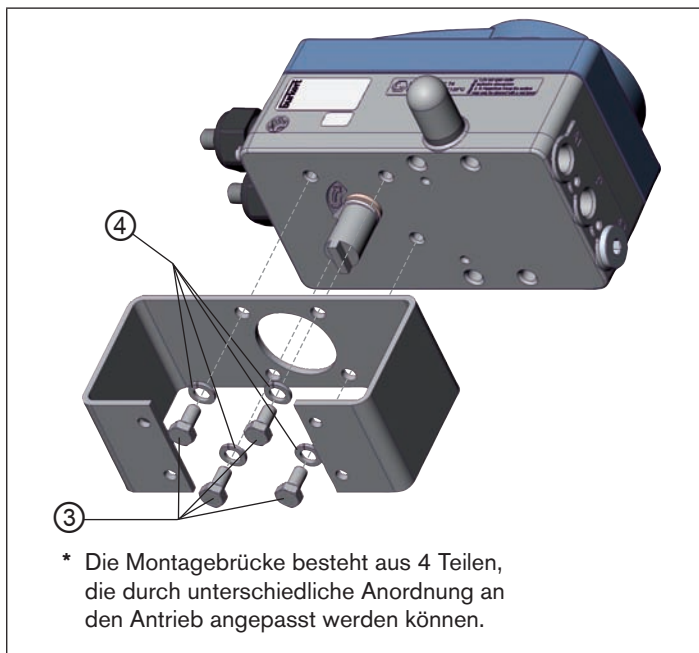

Bild 13: Montagebrücke befestigen (schematische Darstellung)
- Die Montagebrücke mit 4 Zylinderschrauben ③ und Feder-
ringen ④ an Typ 8792/8793 befestigen (siehe „Bild 13“).